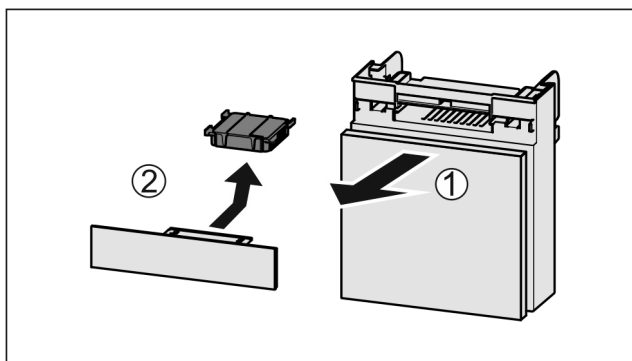

Fig. 218
- ▶ Вытянуть Fig. 218 (1) отделение движением вперед.
- ▶ Извлечь Fig. 218 (2) фильтр с активированным углем.